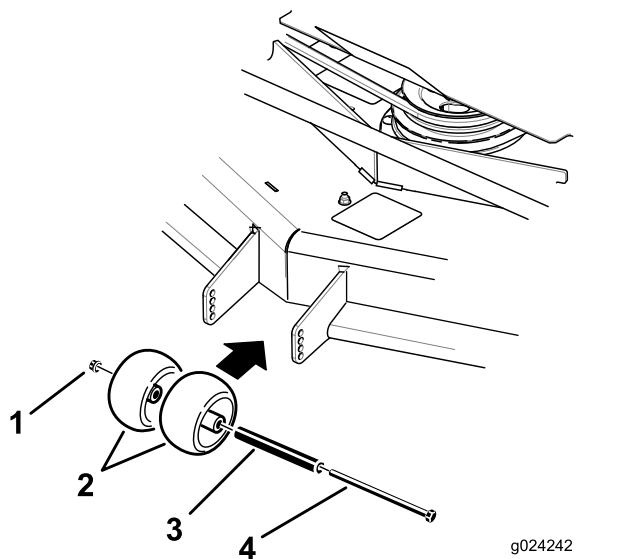
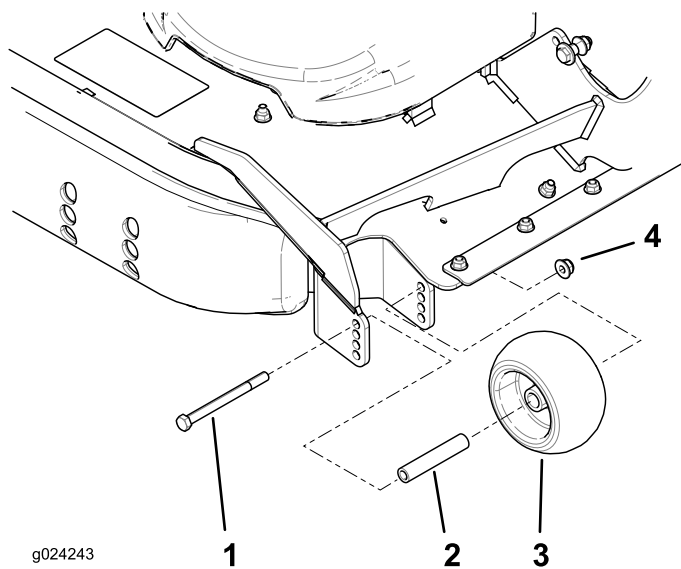

Figura 34
Figura 35
- Ajuste los rodillos protectores del césped según se muestra en Figura 34 y Figura 35.